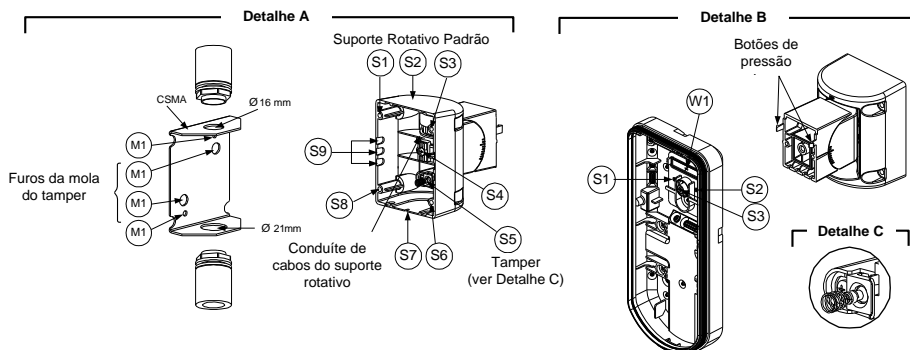

Figura 6
- 3. Abra os furos pré-marcados na base externa (Figura 6, Detalhe B)
- 4. No acessório do Suporte Padrão remova os furos pré-marcados de fiação S2, S7 ou S9 (Figura 6, Detalhe A).
- 5. Remova o tamper de parede da base interna (Veja o item: "Mudando a posição do tamper de parede") e conecte-o no S5 (Figura 6, Detalhe A) do Suporte Padrão.
- a. Insira o cabeamento externo através dos furos pré-marcados S2, S7 ou S9 e puxe-os (incluindo a fiação de tamper) Através da passagem de fiação do suporte padrão (Figura 6, Detalhe B).
- Insira os cabos externos e os fios do tamper na passagem de fiação do Conduíte (Figura 6, Detalhe A).
- Insira os fios do tamper e os cabos externos através do furo pré-marcado W1 do Suporte Padrão na base externa (Figura 6, Detalhe B).